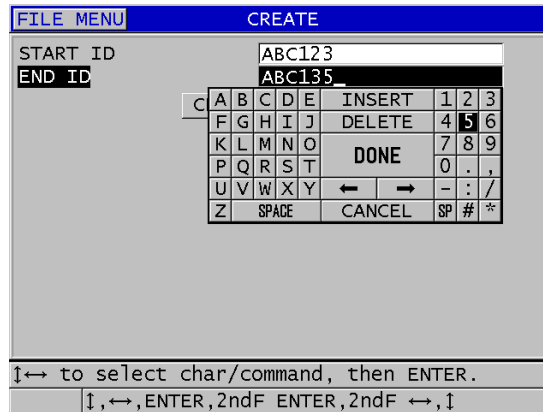

図 11-5 シーケンシャルファイルタイプに対する ID 範囲の選択
3. 作成画面で、以下の操作を行います (186 ページの図 11-5 参照)。